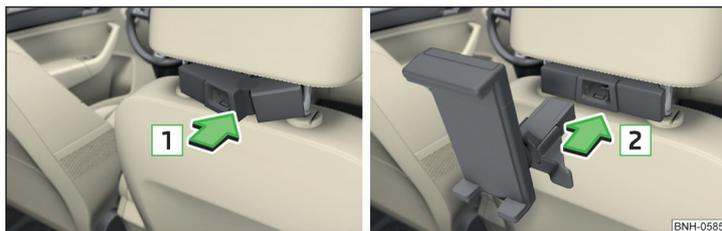

Fig. 96 Introducir: Adaptador / soporte
- ▶ Para **introducir**, colocar adelante el adaptador abierto en las barras-guía del reposacabezas y encajar en el sentido de la flecha **1** » fig. 96 » !.